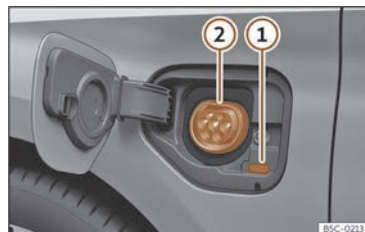

Fig. 56 Darrere de la tapa de càrrega de la bateria a la part davantera esquerra: Presa de càrrega.
>>> **fig. 56**
• Amb el vehicle desbloquejat, la tapa de càrrega de la bateria s'obre en pressionar-la >>> **fig. 56.**